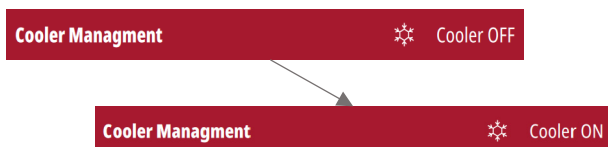

Figura 10
- Attivare il gruppo di raffreddamento dal menu della sorgente di alimentazione (Figura 10)